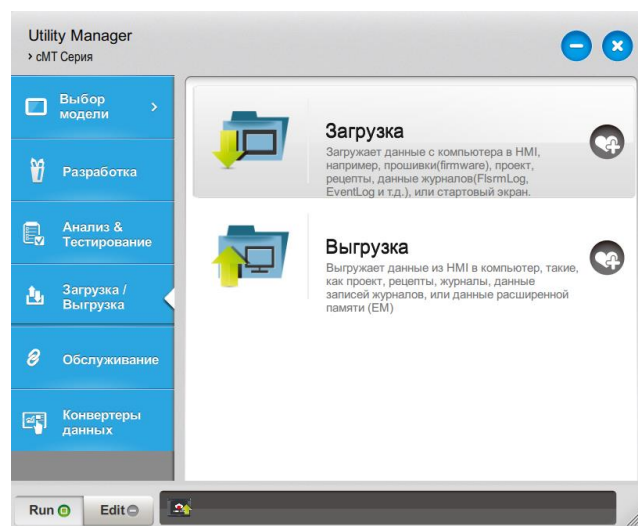

Рисунок 6.2 – Окно «Загрузка/Выгрузка» ПО Utility Manager
3. Перейти на вкладку «Загрузка/Выгрузка» (рисунок 6.2).